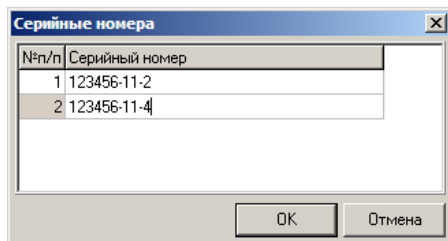

Рис. 161. Ввод серийных номеров
- при оформлении поступившей партии товара, нажав кнопку **СН** в окне «Вставка товара» (см. рис. 161 и раздел «Поступление товара», стр. 68);
- в окне «Товары на складе», выделив модель товара и выбрав пункт всплывающего меню «Установить серийные номера» (см. рис. 161 и раздел «Товары на складе», стр. 82).